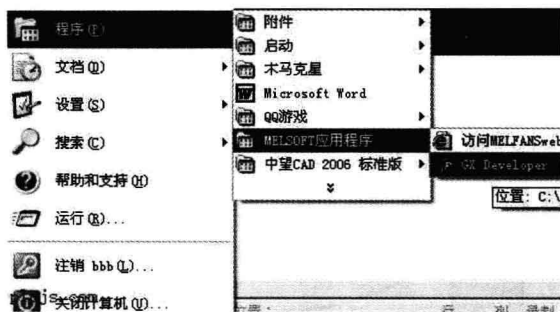

图 1-7 计算机“开始”/“程序”里的软件菜单
(8) 单击“开始” / “程序”，可以找到安装好的文件，如图 1-7 所示。
(9) 打开程序，测试程序是否正常，如果程序不正常，则可能是因为操作系统的 DLL 文件或者其他系统文件丢失，一般程序会提示是因为少了哪一个文件而造成的。